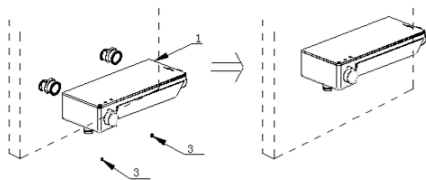

Рис.6
Установите корпус смесителя (1) на металлические переходники, убедитесь, что корпус смесителя плотно прижат к стене, затем прикрепите корпус смесителя (1) к стене винтами М6 * 6 (3) с помощью шестигранника (рис.6).
- В соответствии с рис. 6 просверлите в стене два отверстия для установки душевой штанги, вставьте в стену дюбели /4/.